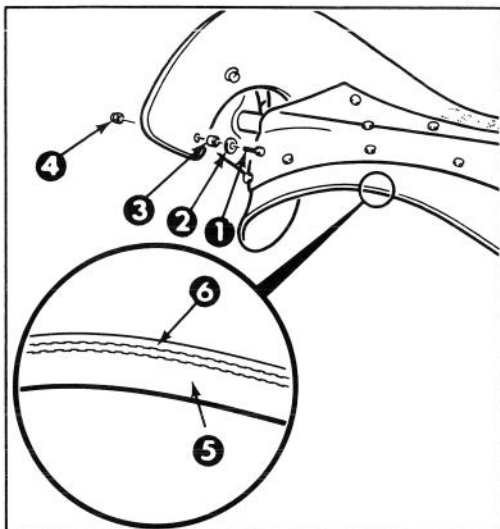

Fig. 19
1. RIMOZIONE DELLA LAMA (Fig. 19) — Togliete (8) bulloni da 11,11 mm, (4) rondelle, e (8) dadi bloccanti che fissano la lama al gruppo dell'albero del rotore.
2. Fate slittar fuori la lama dalle piastre d'acciaio e spingete le (8) boccole fuori dai fori della lama (Fig. 19).
3. INSTALLAZIONE D'UNA NUOVA LAMA — Le lame del rotore sono fatte di gomma laminata. Esaminate il filo di una lama onde vedere la differenza di spessore degli strati (Fig. 19). (Alcune lame hanno un numero di parte iscritto sul lato spesso della stessa).